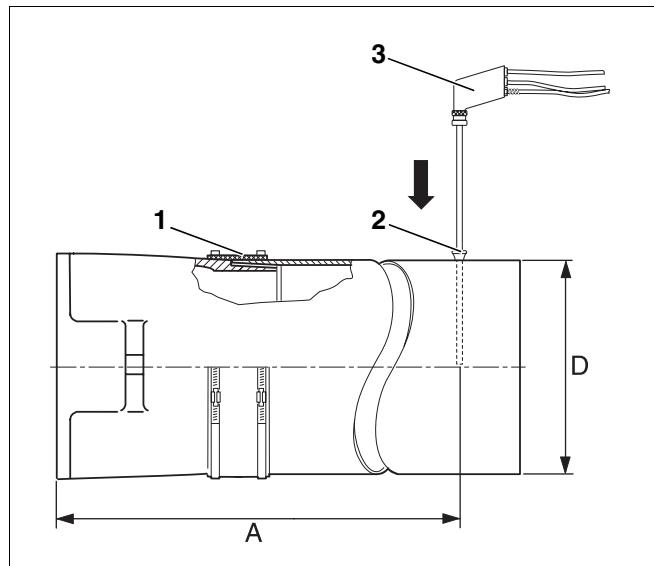

Рис. 17 Проведение замеров
Замеры производятся в дымовой трубе. Отверстие для замеров (муфта; рис. 17, поз. 2) должно находиться на расстоянии "A" (примерно два диаметра дымовой трубы "D") от патрубка дымовых газов (рис. 17). Если сразу после отопительного котла установлено колено для соединения с системой отвода дымовых газов, то замеры нужно производить до этого колена.
Мы рекомендуем установить уплотнительную манжету (рис. 17, поз. 1) для соединения котла с дымовой трубой.
- Опустить измерительный зонд (рис. 17, поз. 3) в центр потока (середина трубы), здесь дымовые газы имеют наивысшую температуру.